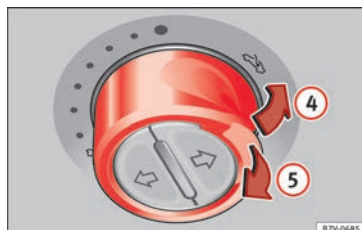

Fig. 58 En el revestimiento interior del techo: pulse el conmutador y tire de él para levantar y cerrar el techo.
» fig. 58
- *Techo corredizo panorámico:* durante los 5 segundos siguientes tras dispararse la función antiaprisionamiento, mantenga el mando tirado hacia atrás » fig. 58 (flecha ) hasta que el techo panorámico corredizo quede completamente cerrado.